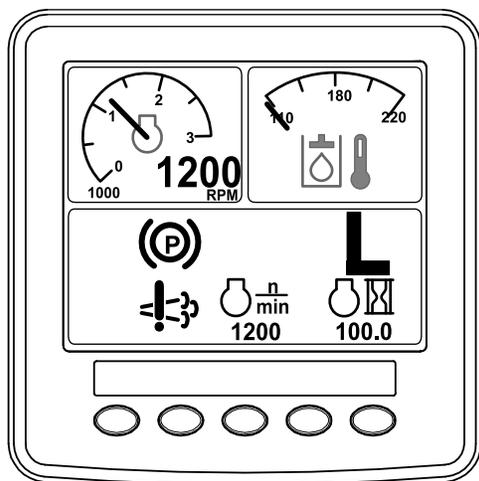

Рисунок 47
- Значок восстановительной регенерации отображается на дисплее инфо-центра (Рисунок 47).